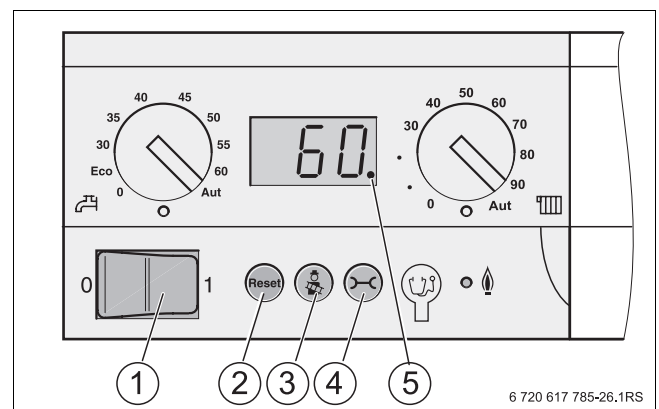

Bild 59 Bedienfeld des Basiscontrollers
- Betriebsschalter (→ Bild 59, [1]) am Bedienfeld des Basiscontrollers auf „0“ (Aus) stellen.